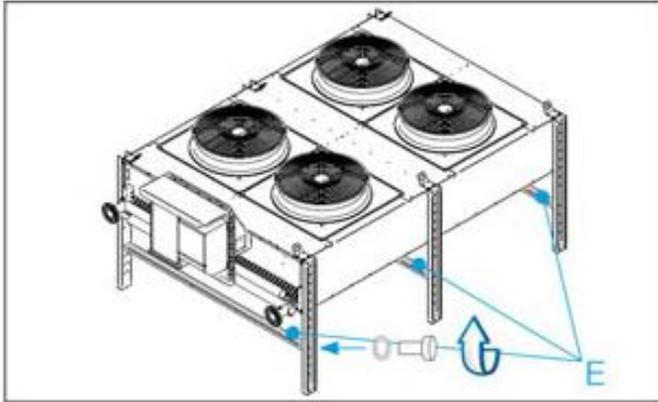

Fig. 7
- Fixer les barres de renfort « **E** » au moyen des vis et rondelles fournies (Fig. 7)